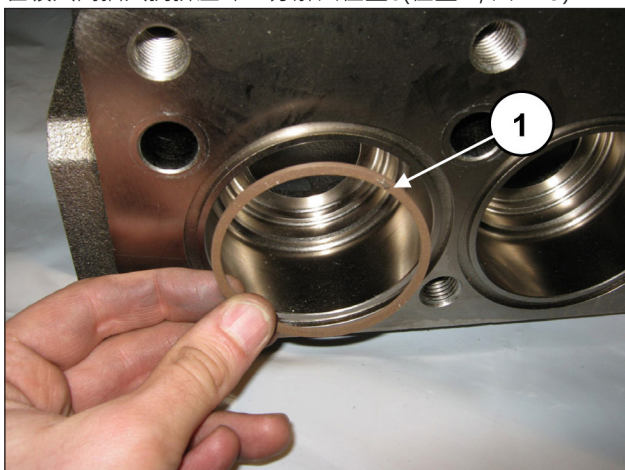

图 149
在吸入阀插入抗挤压环，分解图位置6(位置①, 图 149)。